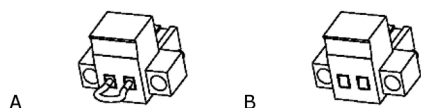

Fig. 25. Conector para el EPO externo.
- Bien al retirar el conector hembra del zócalo donde está insertado. Este conector lleva conectado un cable a modo de puente que cierra el circuito (ver Fig. 25-A).
- Bien al accionar el pulsador externo al equipo y de propiedad del usuario e instalado entre los terminales del conector (ver Fig. 25-B). La conexión en el pulsador deberá estar en el contacto normalmente cerrado -NC-, por lo que abrirá el circuito al accionarlo.